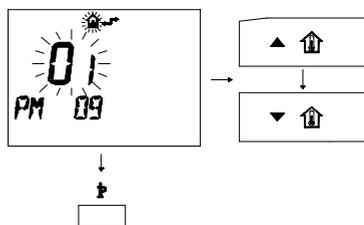

Figura 9.17
- Per modificare il SET programmato agire sui pulsanti ▲⬆️ o ▼⬆️ e aspettare che il numero programmato cominci a lampeggiare (Figura 9.17)